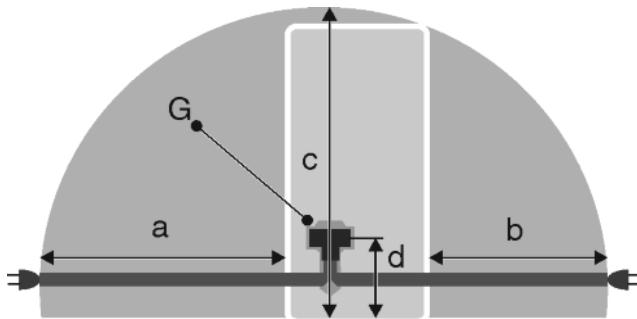

Fig. 31
- Розетка знаходитьться за межами зони задньої стінки пристрію у заданому діапазоні Fig. 31 (a, b, c).
- Штекер пристрою Fig. 31 (G) вставити на задній стінці пристрію. Слід звернути увагу на належну фіксацію.